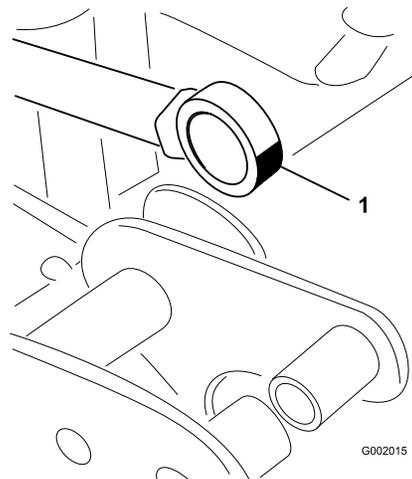

Figura 38
5. Manipule el extremo del cojinete del émbolo del actuador y aplique grasa al cojinete (Figura 38). Limpie cualquier exceso de grasa.